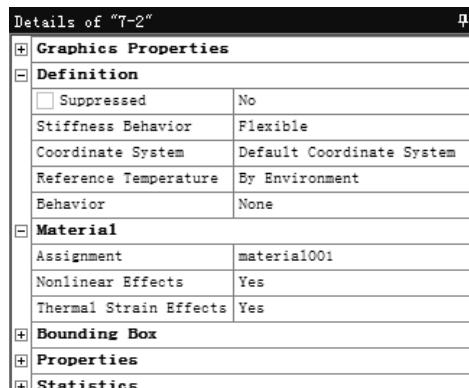

图 2.2.12 设置材料属性
(2) 然后在“Details of ‘7-2’”窗口中单击 **Structural Steel** 后的 **▼** 按钮，在弹出的下拉列表中选择 **material001** 选项，结果如图 2.2.12 所示。